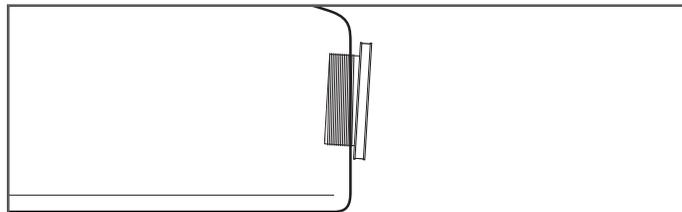

Figura 22-7
5. Instale el acoplamiento de entrada del tubo de revestimiento a través de la pared del contenedor de derrame. (Figura 22-7)